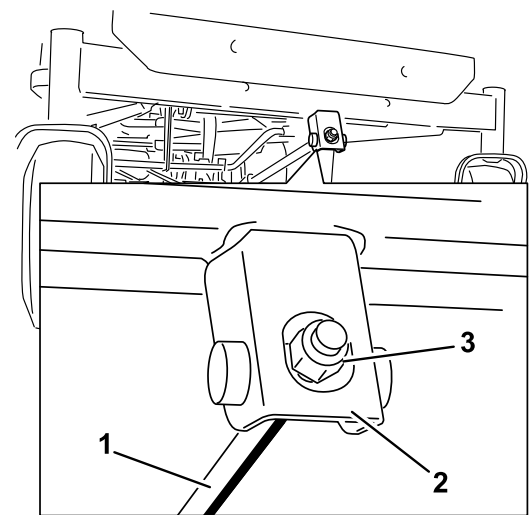

Figura 57
- 6. Para ajustar la inclinación longitudinal, gire la tuerca de ajuste de la parte delantera del cortacésped (Figura 57).